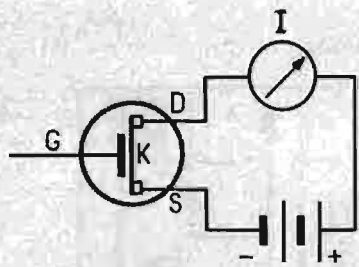

Fig. 1. — Un transistor à effet de champ peut servir de détecteur de champs électrostatiques.
Pour démontrer l'effet d'un champ électrostatique, il n'y a guère mieux, et on s'en doute, que le transistor à effet de champ. Entre les deux électrodes « source » et « drain », ce transistor contient une mince couche de semi-conducteur, appelée « canal » (K, Fig. 1). De plus, on dispose d'une électrode de commande, le « gate » (G). Tant que cette électrode se trouve à une tension nulle (par rapport à la source), le « canal » se comporte comme une résistance de valeur relativement faible, et l'ampère-mètre I (Fig. 1) indique une intensité de plusieurs milliampères. Le « gate » et le « canal » se trouvent séparés par une mince couche de semi-conducteur, traitée de façon qu'elle se comporte comme un **isolant**, du moins tant qu'on ne rend pas le « gate » positif par rapport au « canal ». Dans le cas contraire (gate-négatif), la charge de cette électrode de commande agit, à travers l'isolant et repousse le courant électronique qui circule de la source vers le drain. Ce courant devient donc d'autant plus faible que le « gate » est plus négatif, et il devient même pratiquement nul, quand la tension gate-source atteint une certaine valeur critique (tension de pincement). La variation de la tension de gate peut, bien entendu, être provoquée par une **source** électrique (pile suivie d'un potentiomètre), connectée à l'aide de fils conducteurs. Mais l'isolement de cette électrode de commande
est suffisamment bon, pour qu'on puisse également commander le courant source-drain par l'**influence** qu'une charge électrostatique exerce sur le gate. Dans le cas du montage de la figure 1, la chose peut être mise en évidence en soudant, en guise d'antenne, un morceau de fil de 10 cm environ sur la connexion de gate. Quand on approche un corps chargé (matière plastique frottée) à quelques dizaines de centimètres de cette antenne, l'aiguille de l'appareil I accuse de fortes variations.